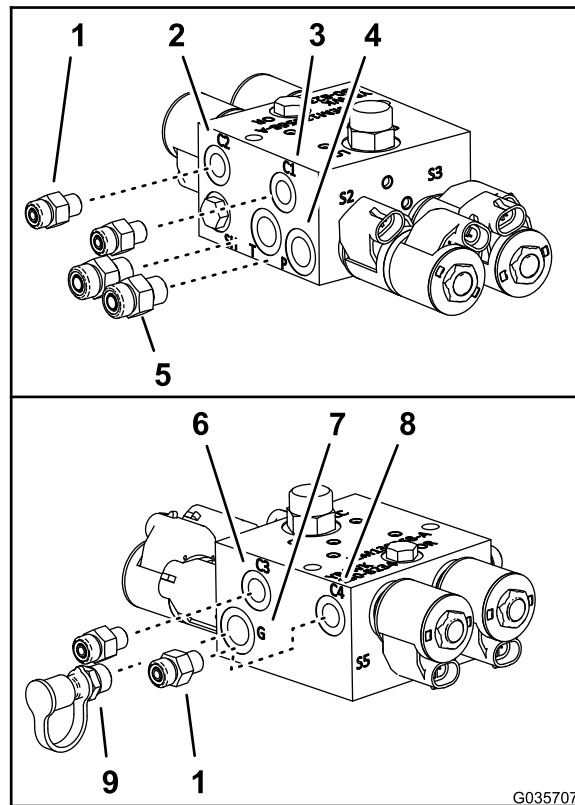

Figura 11
5. En el nuevo distribuidor del cilindro de elevación, monte los acoplamientos hidráulicos rectos (Figura 11) que retiró en el paso 3 en el puerto P y en el puerto T.
6. Monte los 4 acoplamientos hidráulicos rectos del kit de nivelación del brazo Ultra Sonic Boom en los puertos C1, C2, C3 y C4 del nuevo distribuidor del cilindro de elevación (Figura 11).
7. Monte el acoplamiento de diagnóstico y el tapón que retiró en el paso 4 en el puerto G del nuevo distribuidor del cilindro de elevación (Figura 11).